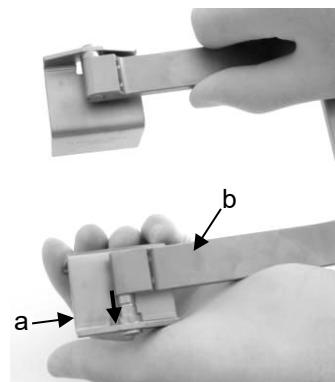

Fig. 13
- 10 La conexión de las hojas (a) con el bastidor para separadores (b) está asegurada contra el aflojamiento accidental de las hojas mediante dos cierres de bola. Al retirar las hojas, este dispositivo de seguridad se puede superar con poco esfuerzo (ver Fig. 13).